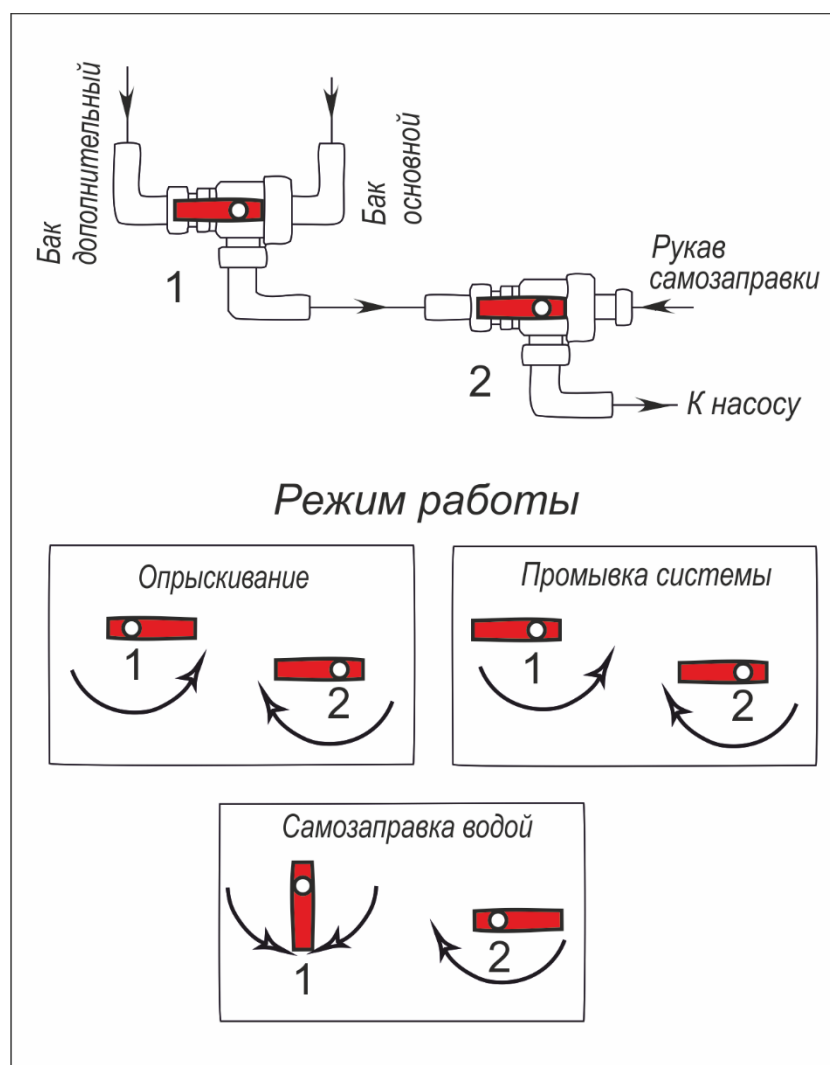

Рис. 14. Положения рукояток трехходовых кранов при различных режимах работы.
Источник питания должен быть соединен так, как показано на Рис. 14:
- а) Установить рукоятки трехходовых кранов 2 и 3 (Рис. 14) в положение «Опрыскивание».
- а) Установить рукоятки трехходовых кранов 2 и 3 (Рис. 14) в положение «Промывка системы».
- г) Установить рукоятки трехходовых кранов 2 и 3 (Рис. 14) в положение «Самозаправка водой».
Вращение реактивной тяги 3 вокруг своей оси против часовой стрелки приводит к выкручиванию винта 4 из тяги 3 и приводит к удлинению тяги и повороту крайней секции 1 в сторону, соответствующую направлению движения опрыскивателя. Вращение тяги 3 в обратную сторону приводит к уменьшению ее длины и повороту крайней секции в противоположную сторону. Необходимое положение фиксируется с помощью контргайки 5. Для обеспечения возможности регулировки длины реактивной тяги необходимо проводить смазку подвижных элементов в указанном на рис. 14 месте.